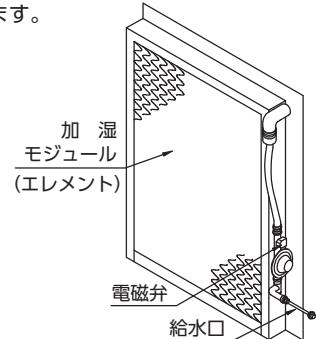

図3-17 水気化式加湿器
- ・ステンレス製の枠に加湿モジュール（エレメント）と散水パイプを組み込み、給水用の電磁弁を設置しています。（図3-17参照）